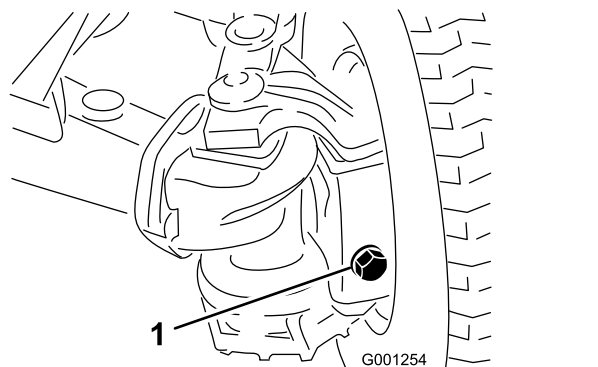
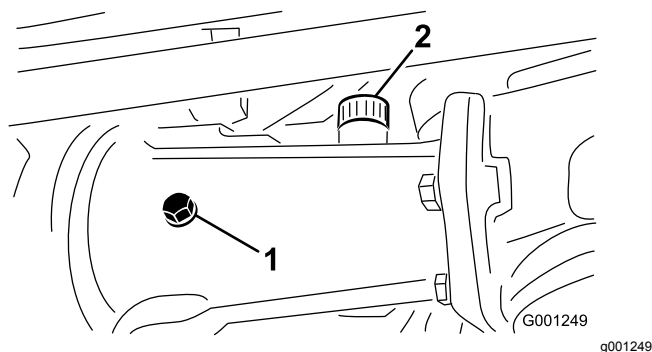

Bild 60
Bild 59
2. Entfernen Sie die Prüfschraube vom mittleren Achsgehäuse und der Achse sowie alle Füll-/Prüfschrauben am Gehäuse jeder abgehenden Achse (Bild 59 und Bild 60).
3. An jeder Prüfschraubenöffnung sollte das Getriebeöl bis an das Gewinde reichen (Bild 59 und Bild 60).
- A. Zum Befüllen des mittleren Achsgehäuses, entfernen Sie die Füllschraube (Bild 59).
- B. Füllen Sie das empfohlene Getriebeöl in die Achsgehäuse nach, bis der Füllstand an die Unterseiten der Prüfschraubenöffnungen reicht (Bild 59 und Bild 60).
- C. Bestreichen Sie nach Abschluss des Füllvorgangs die Gewinde der ausgebauten Füllschrauben mit PTFE-Gewindedichtungsmittel und schrauben Sie diese dann wieder in die Achsgehäuse ein (Bild 59).
5. Bestreichen Sie die Gewinde der ausgebauten Prüfschrauben des mittleren Achsgehäuses und der beiden abgehenden Achsgehäuse mit PTFE-Gewindedichtungsmittel (Bild 59).
6. Setzen Sie die Prüfschrauben des mittleren Achsgehäuses sowie der Achsgehäuse jeder abgehenden Achse ein (Bild 59 und Bild 60).
1. Ablassschraube (3)
8. Bestreichen Sie die Gewinde der ausgebauten Prüfschrauben des mittleren Achsgehäuses und der beiden abgehenden Achsgehäuse mit PTFE-Gewindedichtungsmittel, siehe Bild 59 und Bild 60 in Prüfen des Schmierstoffs in der Hinterachse \(Seite 56\).
9. Setzen Sie die Prüfschraube des mittleren Achsgehäuses sowie die Füll-/Prüfschrauben am Gehäuse jeder abgehenden Achse wieder ein, siehe Bild 59 und Bild 60 in Prüfen des Schmierstoffs in der Hinterachse \(Seite 56\).